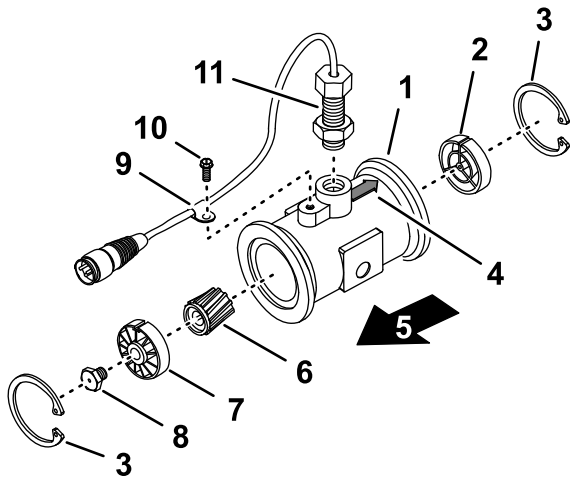

Figura 112
3. Retire el anillo de sujeción del lado “aguas arriba” (Figura 112).